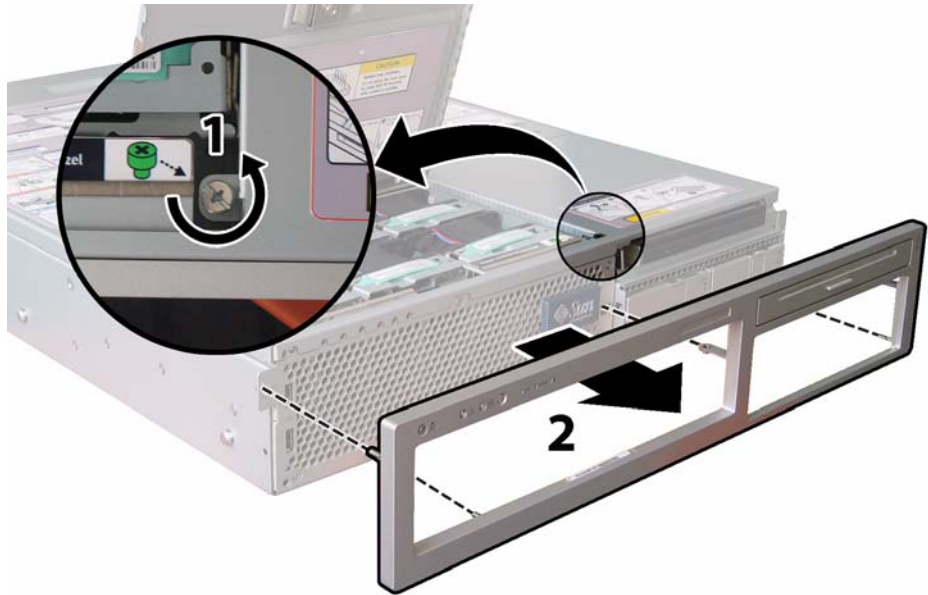

ABBILDUNG 4-3 Lösen der Befestigungsschraube der Frontblende
1. Öffnen Sie die Klappe des Lüfterschachts, und lösen Sie mit einem Kreuzschraubendreher (Größe 2) die Halteschraube, mit der die Frontblende befestigt ist. Siehe ABBILDUNG 4-3.